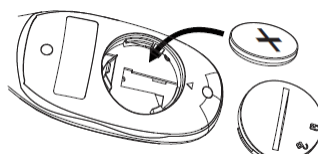

Figura 5
4. Coloque uma bateria nova tipo botão, 3,0V, corrente contínua, CR2032 no encaixe da bateria com a face positiva virada para cima (veja a Figura 5).